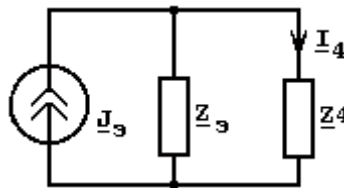

Рисунок 1.21
1. Эквивалентная схема для расчета тока $\underline{I}_4$ имеет вид (рисунок 1.21)
3. Ток в элементе $\underline{Z}_4$ (рисунок 1.21) находим, используя правило делителя тока